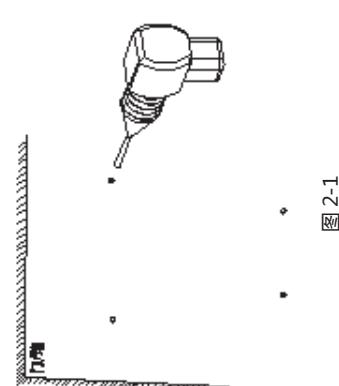

图 2-1
- 1. 用冲击钻在上一步所做的记号处打四个圆孔 , 如图 2-1 所示